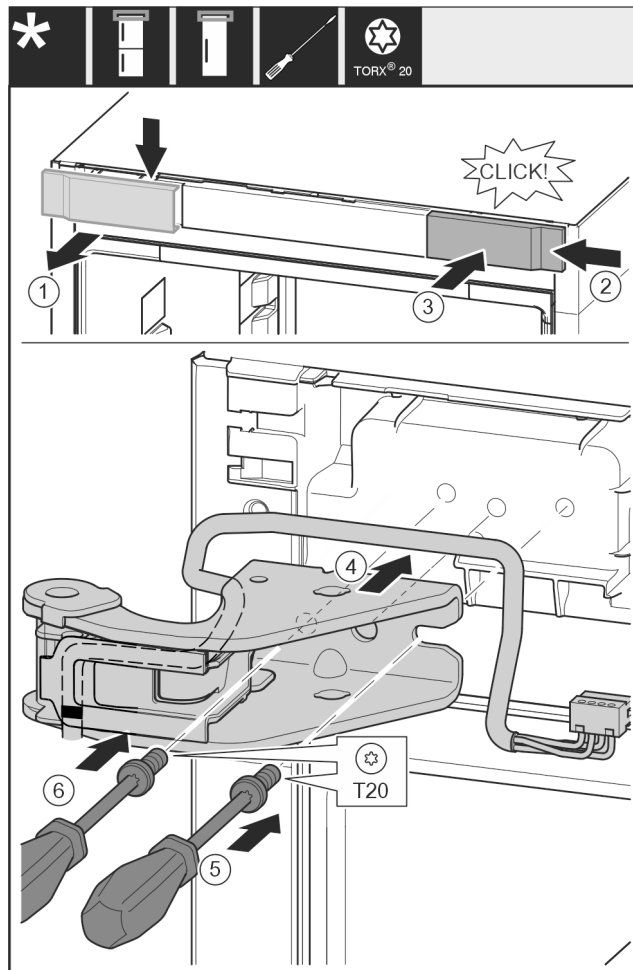

Fig. 22
- ▶ Võtke kate ülaltpoolt ettepoole ära. Fig. 22 (1)
- ▶ Haakige kate 180° pööratult teisel küljel paremalt külge. Fig. 22 (2)
- ▶ Fikseerige kate. Fig. 22 (3)
- ▶ Pange ülemine laagripukk kohale. Fig. 22 (4)
- ▶ Pange kruvi kruvikeerajaga T20 kohale ja keerake kinni. Fig. 22 (5)
- ▶ Pange kruvi kruvikeerajaga T20 sisse ja keerake kinni. Fig. 22 (6)